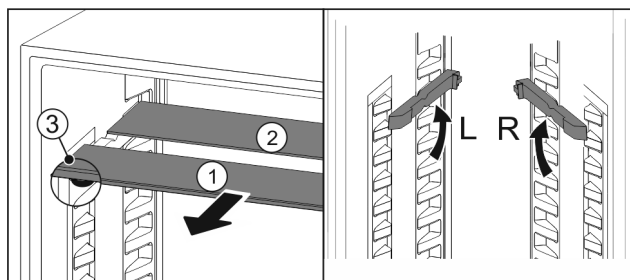

Fig. 196
- Izvucite Fig. 196 (1) staklene ploče jednu po jednu prema naprijed.
- Staklena ploča Fig. 196 (1) s ukrasnom letvicom nalazi se sprijeda.
- Zaustavljači Fig. 196 (3) su usmjereni prema dolje.